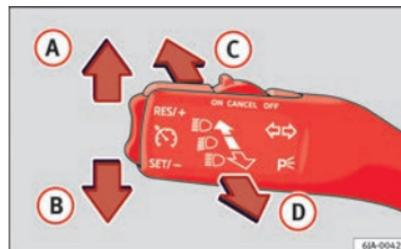

Fig. 57 Manípulo das luzes indicadoras de mudança de direcção e dos máximos
- Accione o manípulo das luzes indicadoras de mudança de direcção ⇒ Fig. 57 na direcção do volante e para baixo, mantendo-a nesta posição.
- Accione o manípulo das luzes indicadoras de mudança de direcção ⇒ Fig. 57 na direcção do volante e para cima, mantendo-a nesta posição.
- Empurrar o manípulo ⇒ Fig. 57 para cima (A) ou para baixo (B).
- Pressione o manípulo ⇒ Fig. 57 para a frente no sentido da seta **C**.
- Puxe o manípulo ⇒ Fig. 57 na direcção do volante (ponto de pressão) no sentido da seta **D**.
- Empurre o manípulo das luzes indicadoras de mudança de direcção ⇒ Fig. 57 ⇒ Página 101 para cima ou para baixo – acendem-se os intermitentes do lado direito ou esquerdo do veículo.